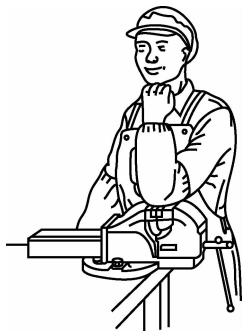

图 1-4 台虎钳安装高度
(1)台虎钳安装在钳台上时,必须使固定钳身的钳口工作面处于钳台边缘之外,以便在夹紧长条工件时工件的下端不受钳台边缘的阻碍。台虎钳安装在钳台上,其高度应齐人的手肘,如图 1-4 所示。